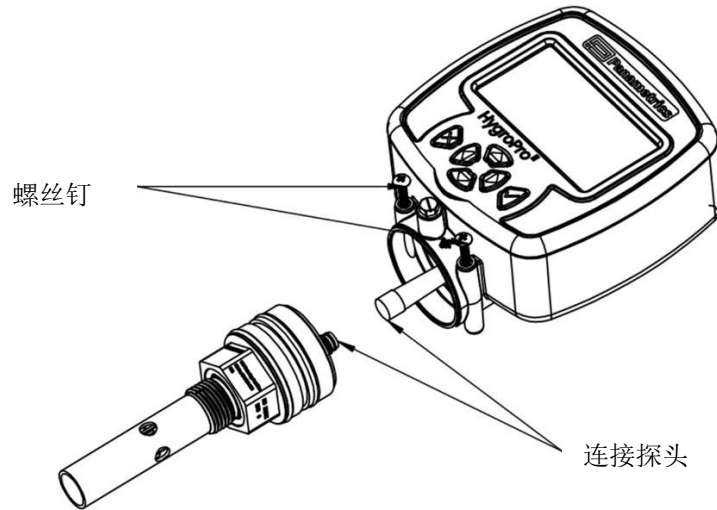

图18: 从变送器上拆下 HygroII RTE 探头
松开两个带肩螺钉并断开内部 M8 连接器电缆, 即可轻松地将 HygroII RTE 探头从拆下的变送器上拆下, 如下图 18所示。要从变送器上拆下探头, 请参考上面的图 17并按以下步骤进行:
4. 转动探头顶部的锁紧螺母, 断开内部黄色探头电缆的 M8 连接器。然后, 拆下探头 (参见图 18)。